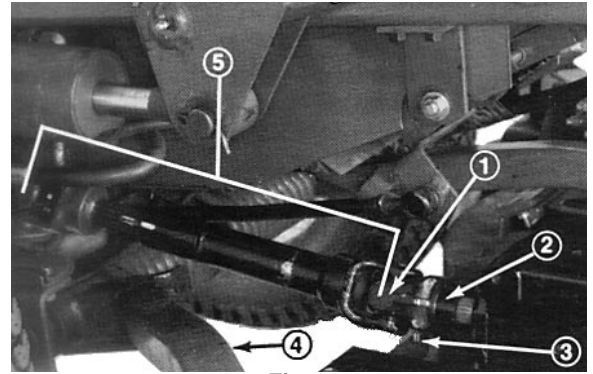

Fig. 9
3. Driv rullestiften ut av åket og gearkassens inngangsaksel (fig. 9). Løsne også settskruene og låsemutrene. Skyv åket av inngangsakselen. Hvis trekkenheten skal brukes uten klippeenhet, drives rullestiften ut av åket på kraftuttakets dreieaksel og hele universalakselen tas av trekkenheten.
5. La en hjelper presse ned mot høyre skyvearm mens du tar av settskruene, de flate skivene, låseskivene og mutrene som holder kuleleddets feste til hjularmen på klippeenheten (fig. 9). Nå kan hjelperen la armen bevege seg forsiktig opp: dette vil gradvis avlaste fjæren.